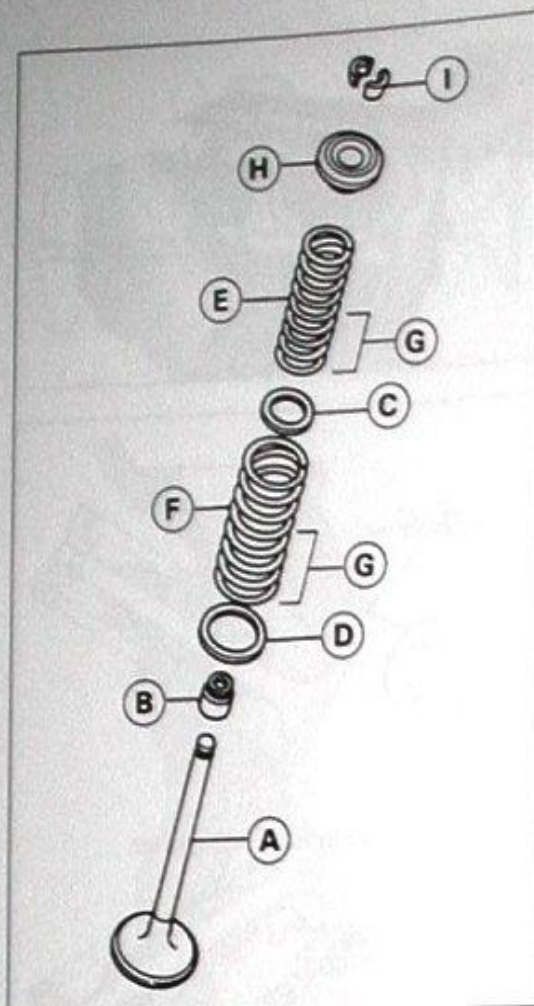

Bild 172
- Vergaseransaugstutzen mit möglichst wenig Überstand und neuen O-Ringen am Zylinderkopf anbringen. Markierungen zeigen nach oben (Bild 172).